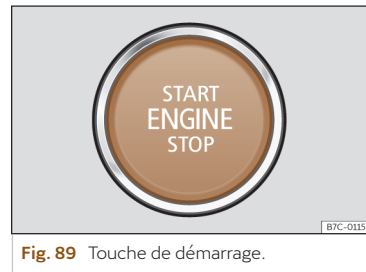

Fig. 89 Touche de démarrage.
Lorsque vous accédez au véhicule, le bouton de démarrage >>> **fig. 89** clignote pour attirer l'attention.
- Appuyez sur la touche de démarrage >>> **fig. 89** sans appuyer sur l'accélérateur. Le moteur ne pourra démarrer qu'en présence d'une clé valide dans le véhicule. Après le
- Appuyez brièvement sur la touche de démarrage >>> **fig. 89**.